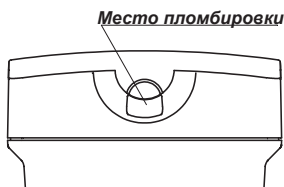

Рисунок 8. Место пломбировки извещателя.
7. Закрыть защитную крышку и опломбировать ее (см. рисунок 8).